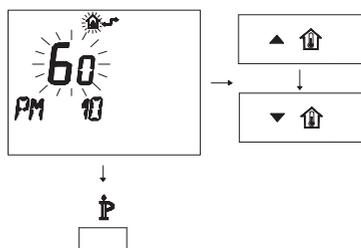

Figura 5.66
- Per modificare il SET programmato agire sui pulsanti ▲ o ▼ e aspettare che il numero programmato cominci a lampeggiare (Figura 5.66).